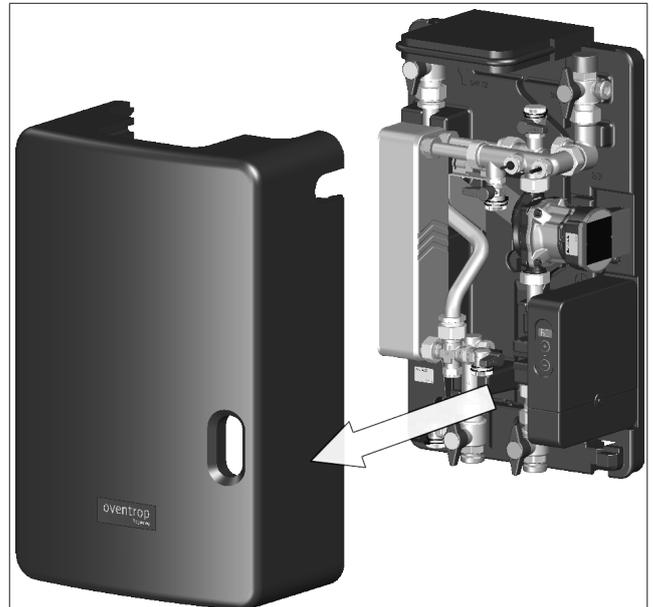

Abb. 12: Oberschale abnehmen
2. Heben Sie die Oberschale ab (siehe Abb. 12 auf Seite 23).